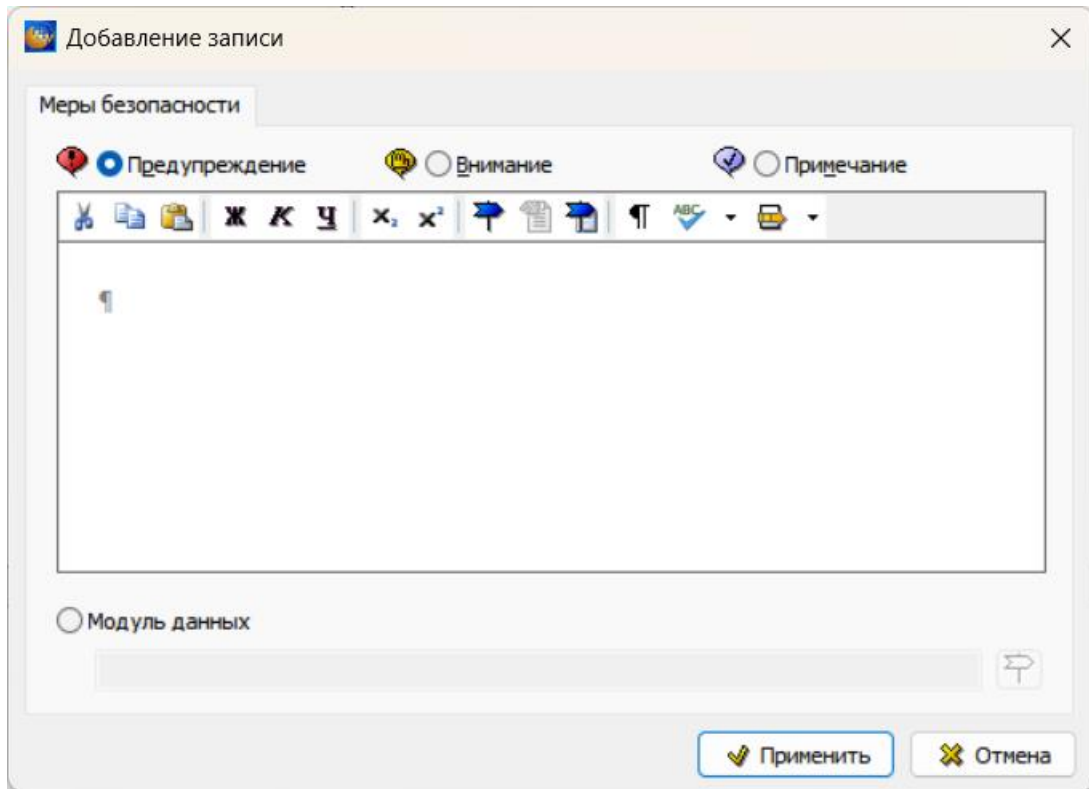

Рисунок 572
- 1) Щелкните левой кнопкой мыши по полю мер безопасности и нажмите на кнопку **Добавить** на панели инструментов редактора или выберите команду из контекстного меню. После этого появится окно **Добавление записи** (рисунок 572).